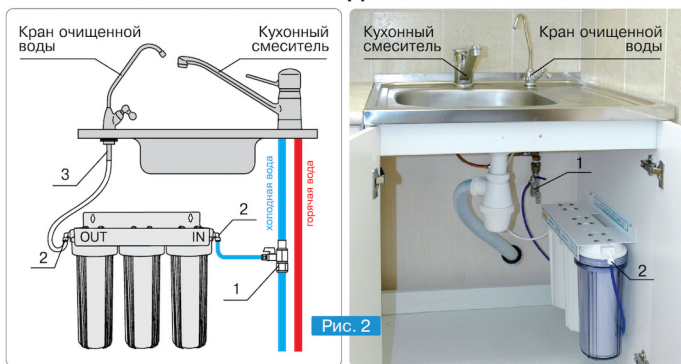

Рис. 2
На рис. 2 цифрами обозначено:
6.3. Закрепите фильтр под мойкой в положении, удобном для его эксплуатации. Место закрепления фильтра выбирается в зависимости от конструкции мойки и конфигурации водопровода. Пример размещения фильтра под мойкой показан на рис. 2. Расстояние от фильтра до нижней полки мойки должно позволять производить замену картриджей.